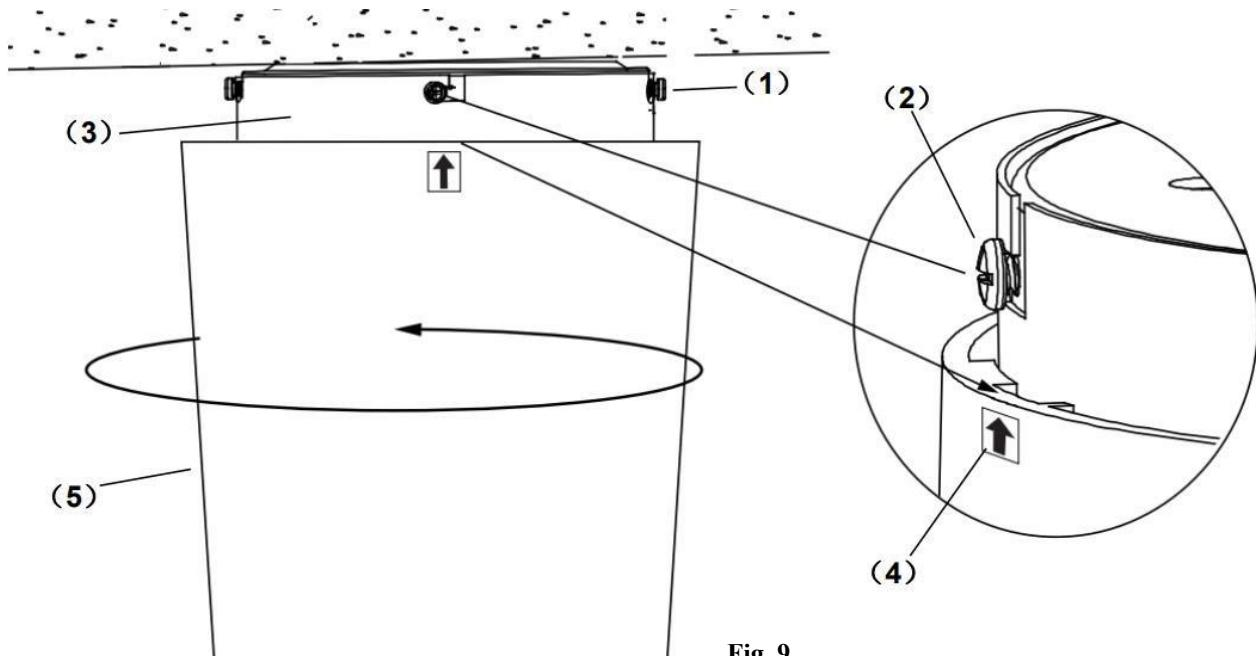

Fig. 9
- 마지막으로 모터 하우징(5) 안쪽에 파인 흄을 마운팅 브라켓 나사에 맞춰 올려준 후 “딸깍”소리가 나면 모터 하우징이 잠길 때까지 반시계 방향으로 돌려줍니다. 과도하게 돌리지 마세요.(Fig. 9)